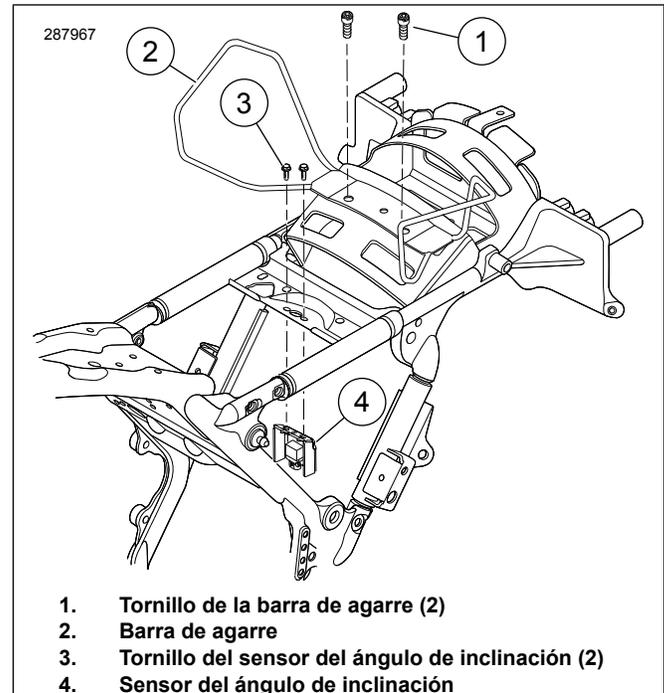

Figura 1. Quite los tornillos del sensor del ángulo de inclinación
5. **Si está equipado con una barra de agarre:** Vea Figura 1. Retire los tornillos de la barra de agarre (1) y deséchelos.
7. **Modelos de 2009-2018:** Retire los tornillos (3) que sujetan el soporte de BAS (4).